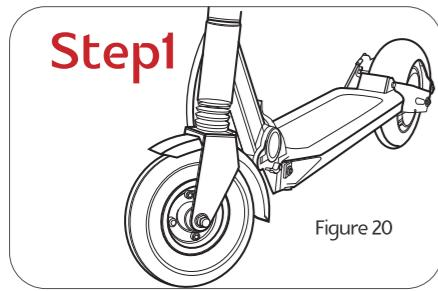

Figure 20
- 〈Figure20〉 언폴딩된 상태의 측면부에서부터 시작해주세요.